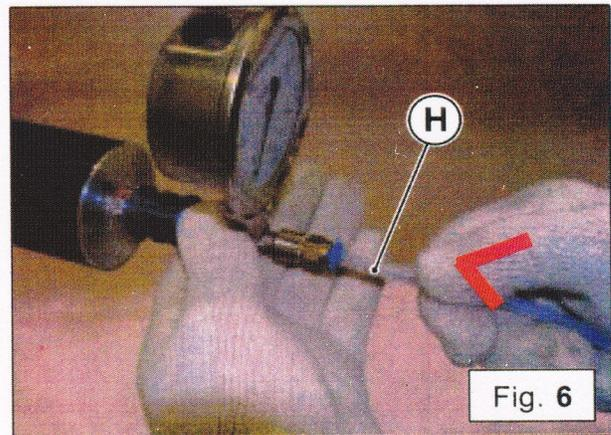

Fig. 6
› Den **Schlauch (H)** am vorderen Anschluss der Kupplung des Manometers anbringen, wie in Fig. 6 gezeigt.